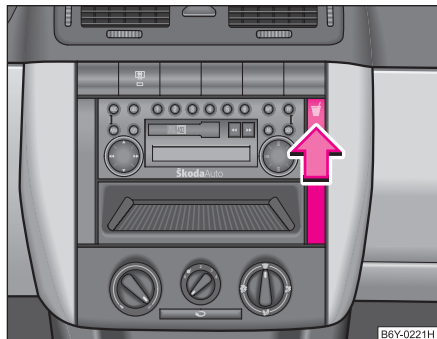

Fig. 67 Tabloul de bord: Suport doze băuturi
- Apăsați pe simbolul  în sensul săgeții ⇒ fig. 67, suportul iese în afară și se deschide.